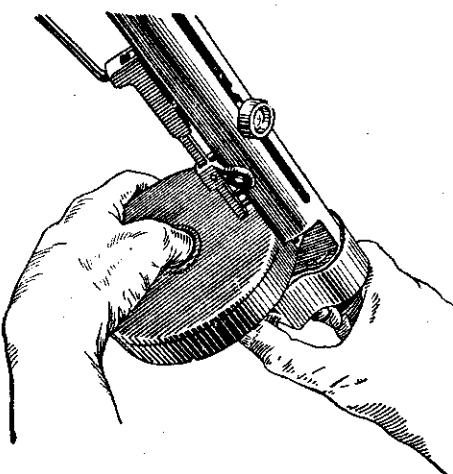

Рис. 17. Прием постановки магазина.
2) **Примкнуть к пулемету наполненный патронами магазин.** Для этого взять магазин в левую руку ограничителем от себя. Большой палец правой руки нажимать на защелку магазина, а остальными пальцами обхватить ствол и, таким образом, нажимая на защелку магазина, отвести ее в крайнее переднее положение. После этого магазин вместе в окно ствольной коробки, следя при этом, чтобы колено ограничителя вошло в соответствующее для него окно с левой стороны коробки. Затем магазин плотно прижать кверху и освободить магазинную защелку (рис. 17)1.